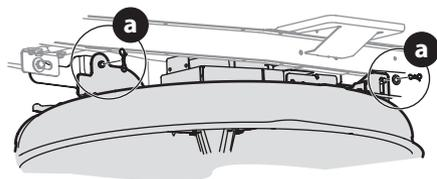

Figura 19
5. Extraiga los pasadores de chaveta con unión curva (a) que aún están sujetando la plataforma al montable (Figura 19).
5. Asegure la plataforma a los brazos de elevación de la plataforma utilizando dos pasadores de chaveta con unión curva (a) (Figura 19).
NOTA: los pasadores de chaveta con unión curva (a) se deben volver a colocar de arriba hacia abajo (Figura 19).